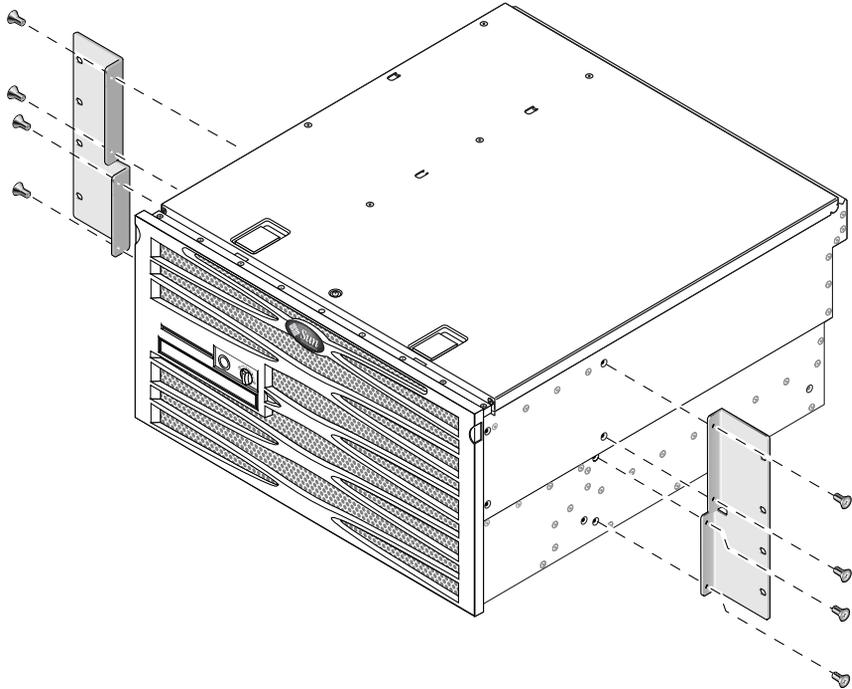

ABBILDUNG 3-24 Befestigen der Seitenwinkel an den Seitenteilen des Servers
2. Befestigen Sie die Seitenwinkel mithilfe von acht der mitgelieferten M5 × 8 mm-Kreuzschlitz-Senkkopfschrauben (je vier Schrauben pro Winkel) an den Seiten des Servers (ABBILDUNG 3-24).